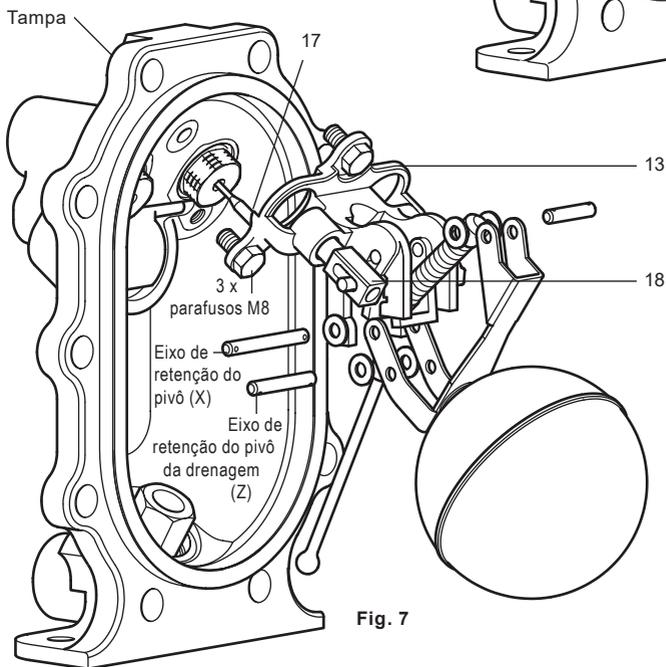

Fig. 7
4. Remova o pino de divisão e a arruela de um lado do eixo de retenção do pivô da drenagem (Z) e remova-o com cuidado.
5. Cuidadosamente deslize os eixos fora de suas posições respectivas observando a orientação da mola e da alavanca do atuador (item 14, 24) dentro do suporte da bomba (item 13) como estes terão que ser recolocados mais tarde.
6. Remova o pino dividido e a arruela de um lado do eixo de retenção do pivô da bomba (X).
7. Para remover o eixo (X), todo o suporte da bomba (13) deverá ser separado da tampa. Isso pode ser feito desparafusando os três parafusos de retenção M8 e removendo o anel de retenção da válvula de admissão de vapor (17). Remova o eixo de retenção do pivô da bomba (X).
10. É mais fácil instalar os eixos de reposição na seguinte sequência: - (Ver Fig. 7).